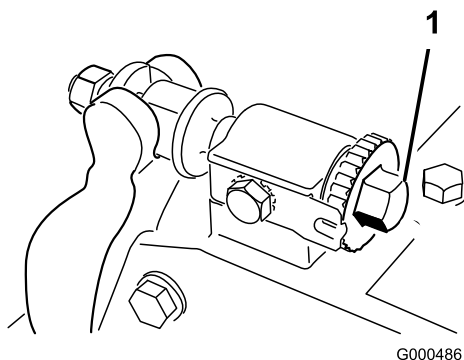
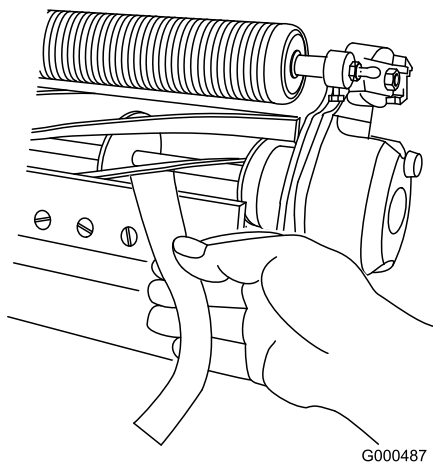

Figura 54
Figura 55
2. Eliminate il contatto con il cilindro facendo girare in senso antiorario le viti di regolazione della barra di appoggio (Figura 54).
4. Inserite una lunga striscia di carta di giornale tra il cilindro e la controlama (Figura 55) da un lato del cilindro. Girate lentamente il cilindro in avanti, e allo stesso tempo girate in senso orario la vite di regolazione della barra di appoggio (dallo stesso lato del cilindro) (Figura 54), uno scatto per volta, finché la carta non viene pizzicata leggermente quando viene inserita dal davanti ed è parallela alla controlama. Tirando la carta dovreste notare una lieve resistenza.
6. Al termine della messa a punto, controllate se il cilindro è in grado di pizzicare la carta inserita dalla parte anteriore, e se la taglia quando viene inserita ad angolo retto rispetto alla controlama (Figura 55). Dovreste riuscire a tagliare la carta con un contatto